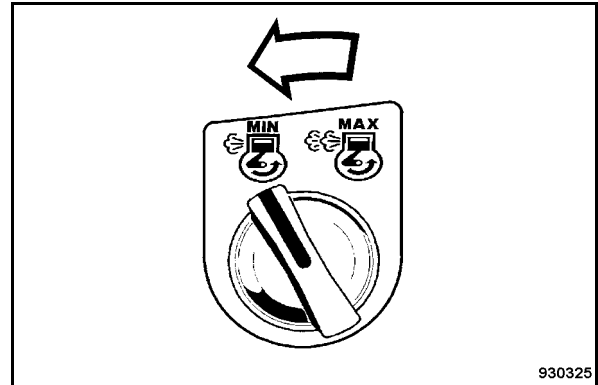

fig. 61
- Tourner la touche rotative pour le régime du moteur vers la gauche sur position "MIN" (ralenti) (fig. 61).